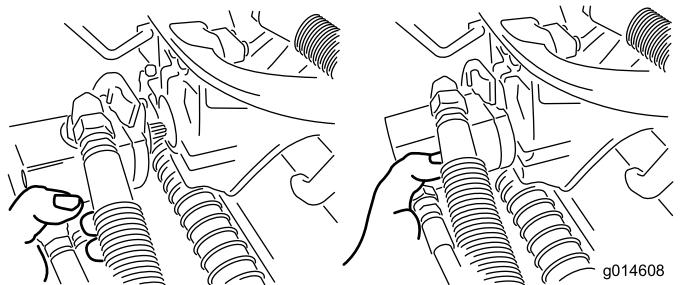

Figure 50
3. Amenez le moteur à la position de rangement sur l'avant du bras de suspension (Figure 50).